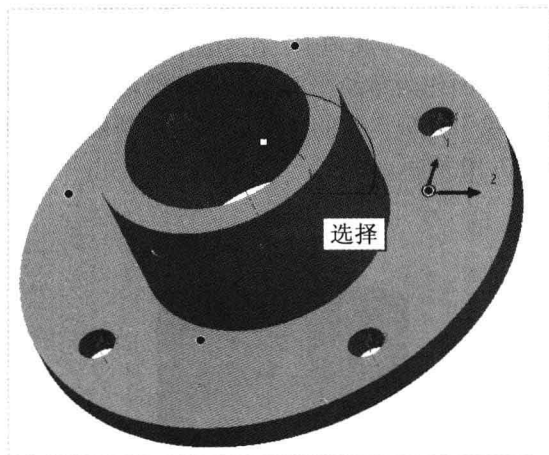

图 17-12 选择阵列中心轴
Step 03 在模型树中选中“轮廓筋 1”选项，采用与上同样的方法，使用“阵列”命令，弹出“阵列”选项卡，设置阵列类型为“轴”阵列，选择 A_1 轴为阵列中心轴，如图 17-12 所示。